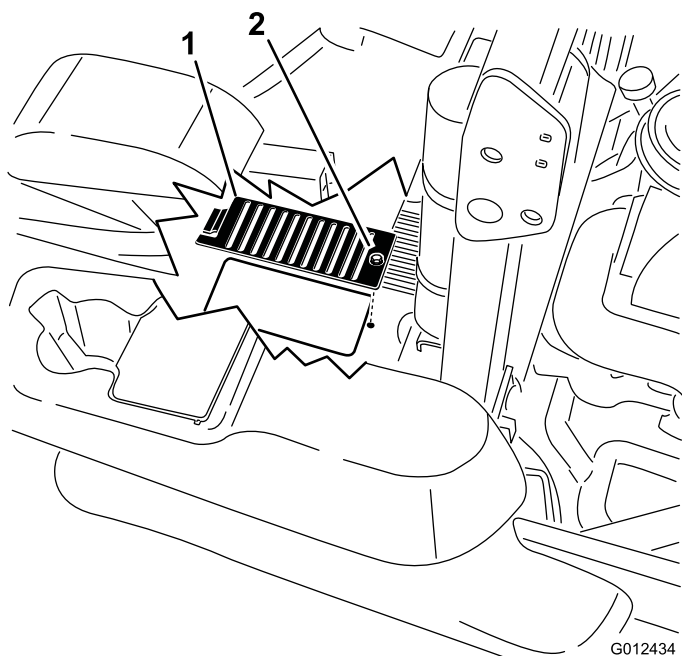

Figura 67
- Togliete il coperchietto e il relativo bullone sopra ogni asta di livello. Pulite l'area attorno a ogni asta di livello e all'unità idraulica (Figura 67).